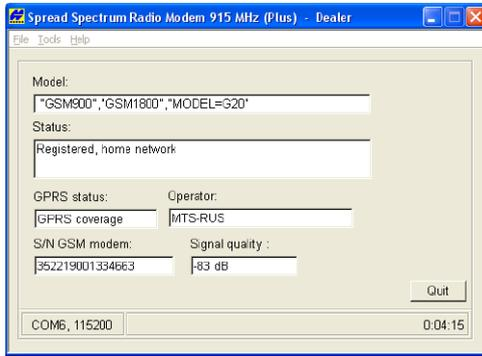

Figura 3-5. Visualizzazione delle informazioni GSM
- Per visualizzare le informazioni sul modem GSM, fare clic su "Cell Modem Info" (Figura 3-5). Fare clic su **Quit** per ritornare alla scheda *GSM*.